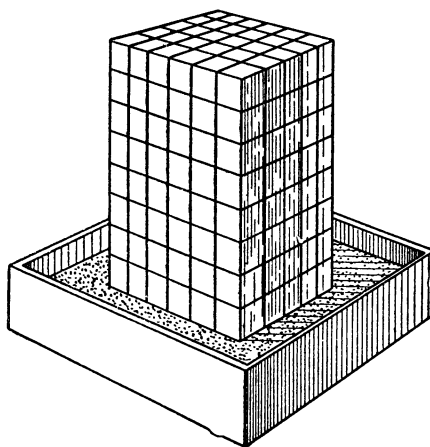

Рис. 103.
6) Вычисления проверьте на опыте. Для этого укладывайте брусок различными гранями на влажный песок. При различных своих положениях брусок будет оставлять на песке вмятины различной глубины (рис. 103).